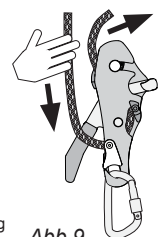

Abb. 9
**Zum Aufstieg** - Das Prism sollte in reduzierter Reibungskonfiguration sein - Heben Sie Ihr Körpergewicht an, indem Sie das Ankerseil mit der linken Hand anziehen, während Sie gleichzeitig das Schwanzende mit der rechten Hand durch das Prism ziehen (Abb. 9).